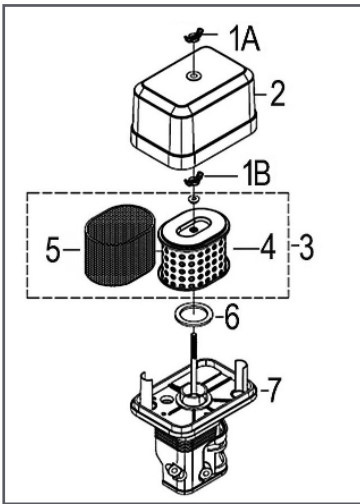

Рис. 25 Обслуживание воздушного фильтра
1. Открутите барашковую гайку 1А и снимите крышку 2 воздушного фильтра (Рис. 25).
2. Открутите барашковую гайку 1В и извлеките из корпуса воздушный фильтр 3 в сборе (Рис. 25).
3. Проверьте целостность и чистоту фильтрующих элементов. Поролоновый (предварительный) фильтрующий элемент 5 установлен на корпус бумажного фильтрующего элемента 4 (Рис. 25).
4. При незначительном загрязнении промойте поролоновый фильтрующий элемент 5 (Рис. 25) теплым мыльным раствором и просушите. Поврежденный или сильно загрязненный поролоновый фильтрующий элемент замените.
5. Произведите очистку крышки 2 и корпуса 7 воздушного фильтра (Рис. 25), не допуская попадания пыли и грязи в воздухопровод, ведущий к карбюратору.
7. Перед установкой воздушного фильтра убедитесь, что уплотнительное кольцо 6 воздушного фильтра находится на месте и не имеет повреждений (Рис. 25).